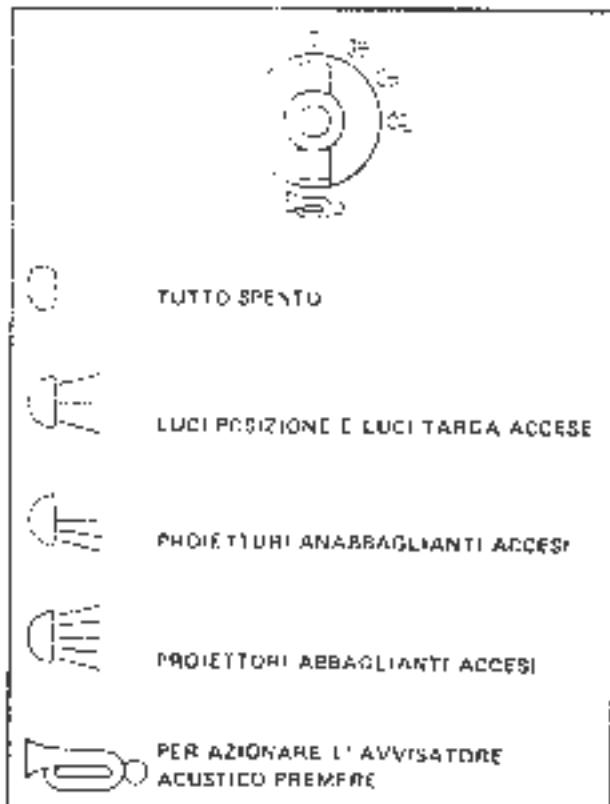

Figura 5. Comutatore luci e avvisatore acustico
16. COMUTATORE LUCI ED AVVISATORE ACUSTICO: vedere la figura 5.